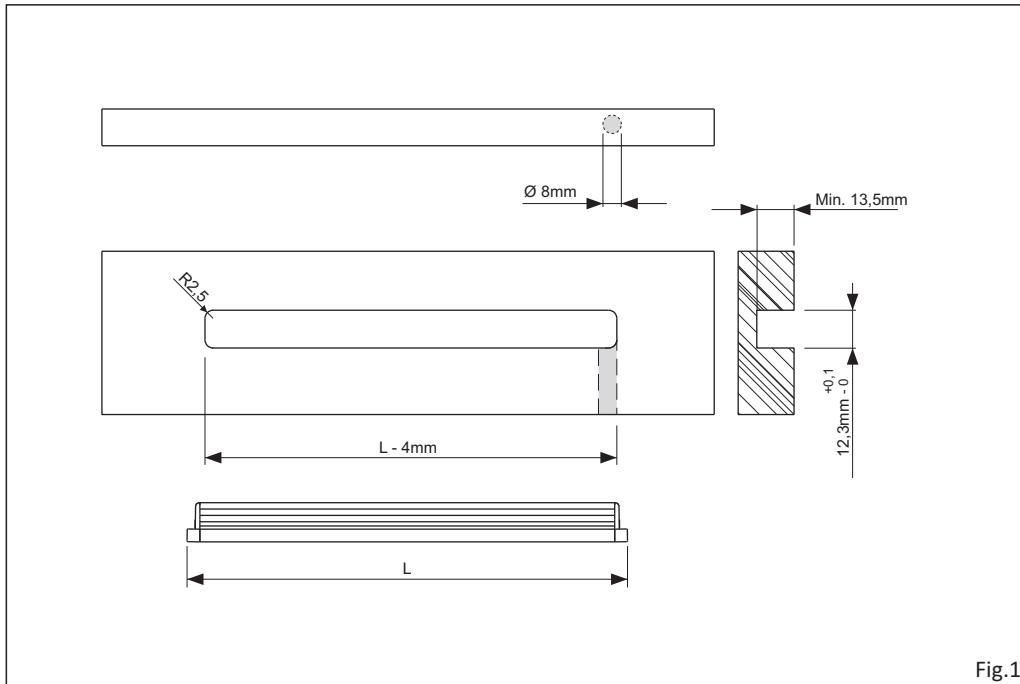

Fig.1
- **LAB** kann mit dem Anschlusskabel in axialer (Abb. 1) oder radialer (Abb. 2) Position zur Montagefläche installiert werden.
Für Installationen mit Anschlusskabel in axialer Position eine Bohrung mit  $\phi \geq 8$  mm ausführen, wie im Beispiel in Abbildung 1 dargestellt.
- Les figures 1, 2 et 3 illustrent des exemples d'installation de l'appareil **LAB**. Les cotes sont indicatives car elles peuvent varier en fonction de l'application et du matériel de construction du plan d'installation. Les deux exemples se distinguent par l'emplacement du trou de sortie du câble, il est possible cependant de percer le trou à d'autres emplacements selon le besoin du client et en fonction du type d'application.
- **LAB** peut être installé avec le câble d'alimentation en position axiale (figure 1) ou radiale (figure 2) conformément au plan de montage.
- Lorsque le câble d'alimentation est installé en position axiale, percer un trou d'un diamètre supérieur ou égal à 8 mm comme indiqué sur la figure 1.
- **LAB** se puede instalar con el cable de alimentación en posición axial (fig. 1) o radial (fig. 2) con respecto a la superficie de montaje. Para la instalación con el cable de alimentación en posición axial, perforar un agujero de  $\phi \geq 8$  mm, como se muestra en el ejemplo de la figura 1. Para la instalación con el cable de alimentación en posición radial, perforar un agujero en la superficie de montaje de  $\phi \geq 8$  mm, como se muestra en el ejemplo de la figura 2. En relación con exigencias específicas, es posible realizar el agujero de salida del cable de alimentación en otras posiciones siempre y cuando no se ponga en riesgo la integridad del cable o del conector conectado al mismo.
- Le figure 1, 2 e 3 rappresentano degli esempi di installazione del **LAB**. Le quote sono indicative perché possono variare in funzione dell'applicazione e del materiale da cui è composto il piano di installazione.
- **LAB** può essere installato con il cavo di alimentazione in posizione assiale (fig. 1) o radiale (fig. 2) rispetto al piano di montaggio.